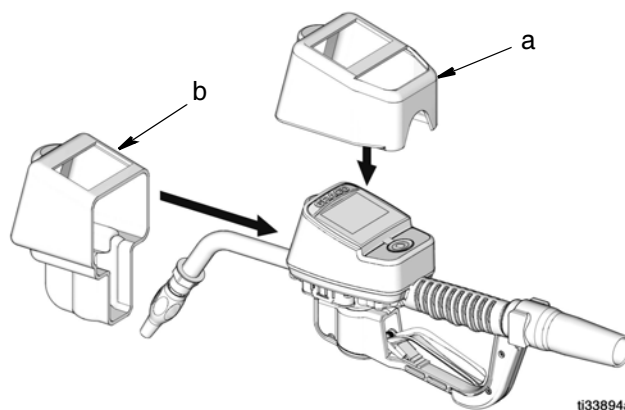

FIG. 19
1. Instale el protector del oscilador de frecuencia (a) sobre el mismo, como se observa en FIG. 19.
2. Monte después el protector de la carcasa (b) sobre la boquilla/extensión y el protector del oscilador de frecuencia (a) como se observa en FIG. 19.